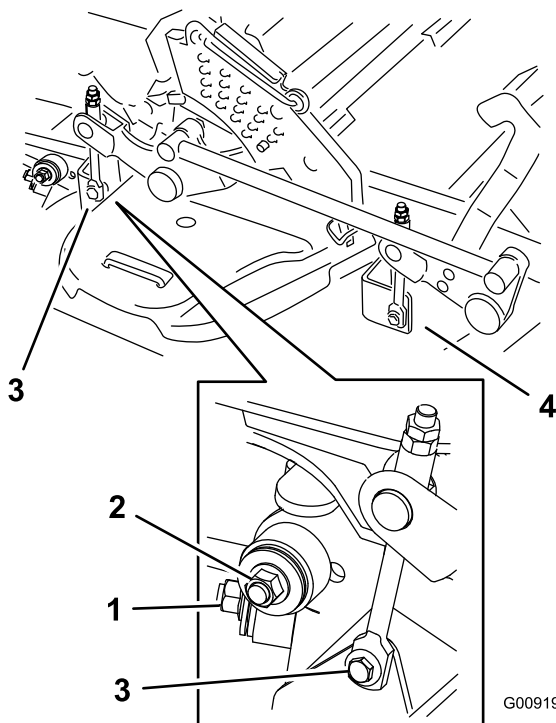

Figura 103
8. Rimuovete e conservate la bulloneria su ambo i lati del piatto di taglio come mostrato in (Figura 103).